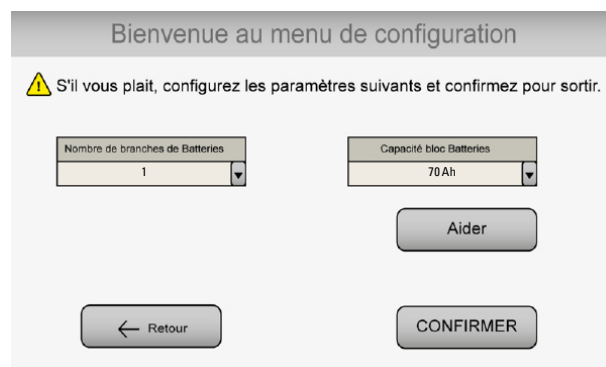

Fig. 42. Deuxième écran de configuration des équipements HV.
- À ce point, et sans aucune alarme active, la LED vert de tension d'entrée OK **(a)** (voir Fig. 42), devra être allumée sur tous les ONDULEURS.
- Mettre en marche l'inverter au moyen du clavier du panneau de contrôle **(3)** (voir Fig. 42). Dans des systèmes en parallèle, réalisez la procédure équipement par équipement la première fois ou après d'un arrêt complet afin d'établir les communications entre chaque unité de l'ensemble.
- S'assurez que la LED d'inverter en marche **(c)** se trouve allumée (vert), et la LED de bypass **(b)** se trouve éteinte sur tous les ONDULEURS (voir Fig. 42).